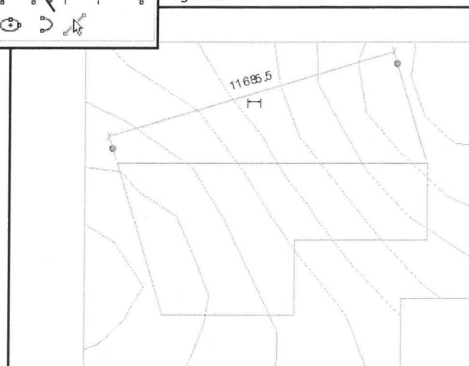

Fig. 10.45. Tegn omridset af din *Subregion*.
- Optegn området der skal have et andet materiale (Fig. 10.45). Dette kunne være et asfalteret område på grunden.